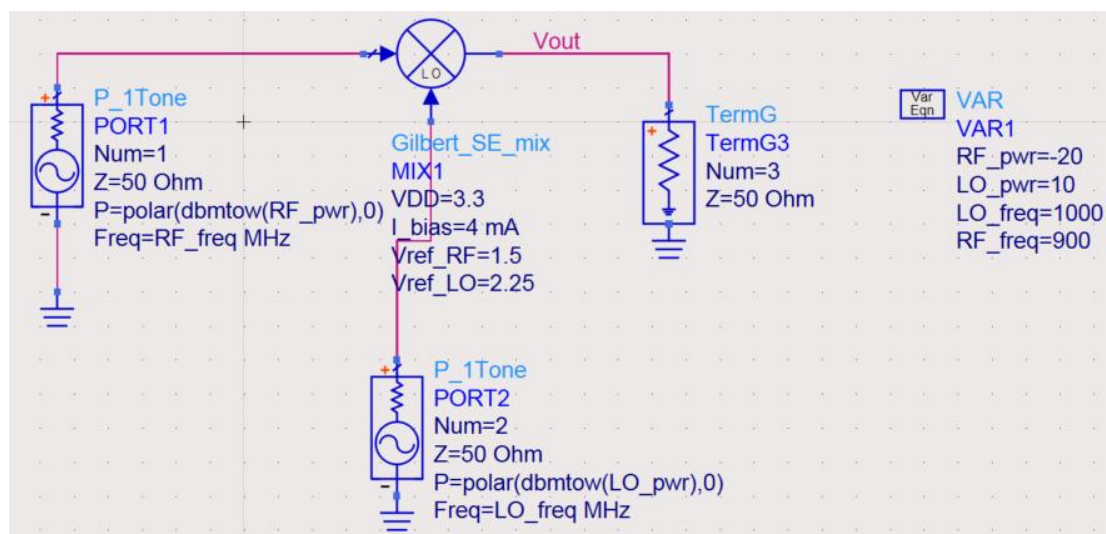

图 3.9 仿真原理图
(7) 在原理图工具栏中单击[GROUND]按钮，在原理图中插入 3 个地，与射频、本振和中频终端相连。
(8) 在工具栏中单击[Insert Wire/Pin Labels]按钮，在弹出的对话框中输入“vout”，在原理图中频输出连线上插入一个节点名“vout”，图 3.9 所示为完成的仿真原理图。